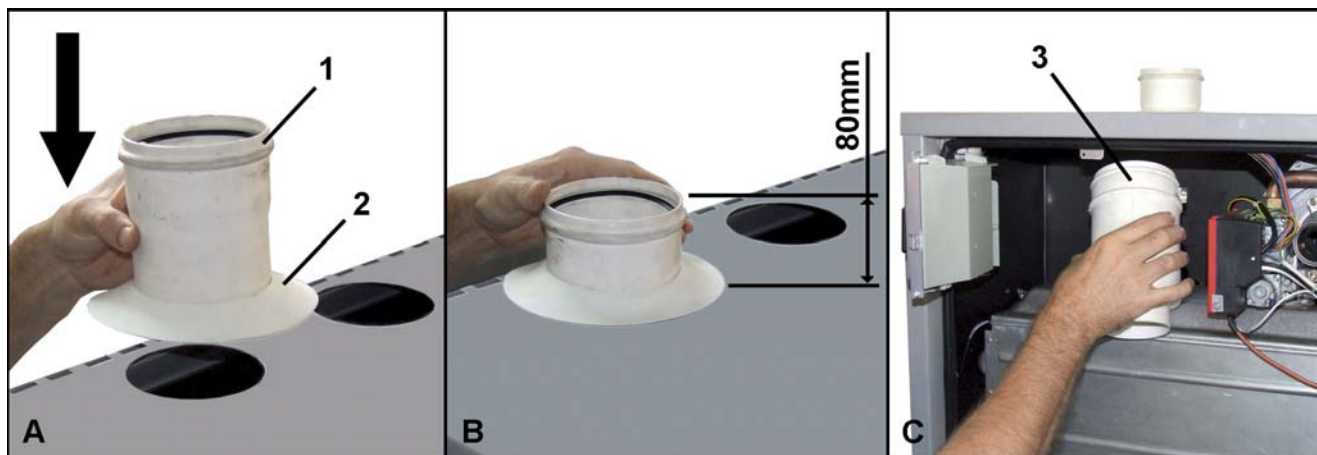

fig. 33
- B Respecter la cote indiquée sur le tableau "B" de fig. 33. Cette cote doit être augmentée de 5 mm pour chaque module supplémentaire.